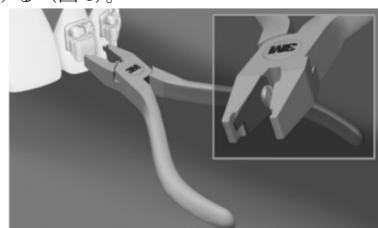

図 6
- 1) 3M ユニテック ディボンディング用 インストルメントのセンタリングガイドのノッチと 3M のロゴを上面に向けて把持する (図 6)。